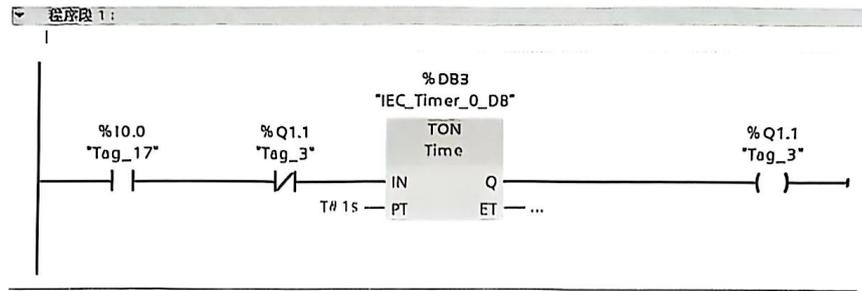

图 3-11 周期可调的脉冲信号发生器
1) 周期可调的脉冲信号发生器。如图3-11所示,定时器TON产生一个周期可调的连续脉冲。当常开触点I0.0闭合后,第一次扫描到Q1.1常闭触点是闭合的,定时器得电。经过1s后,定时器输出控制的Q1.1置位,同时它的常闭触点断开,定时器断电,使得Q1.1断电。下一个扫描周期,又会重新重复上述过程,这样就产生脉宽为一个扫描周